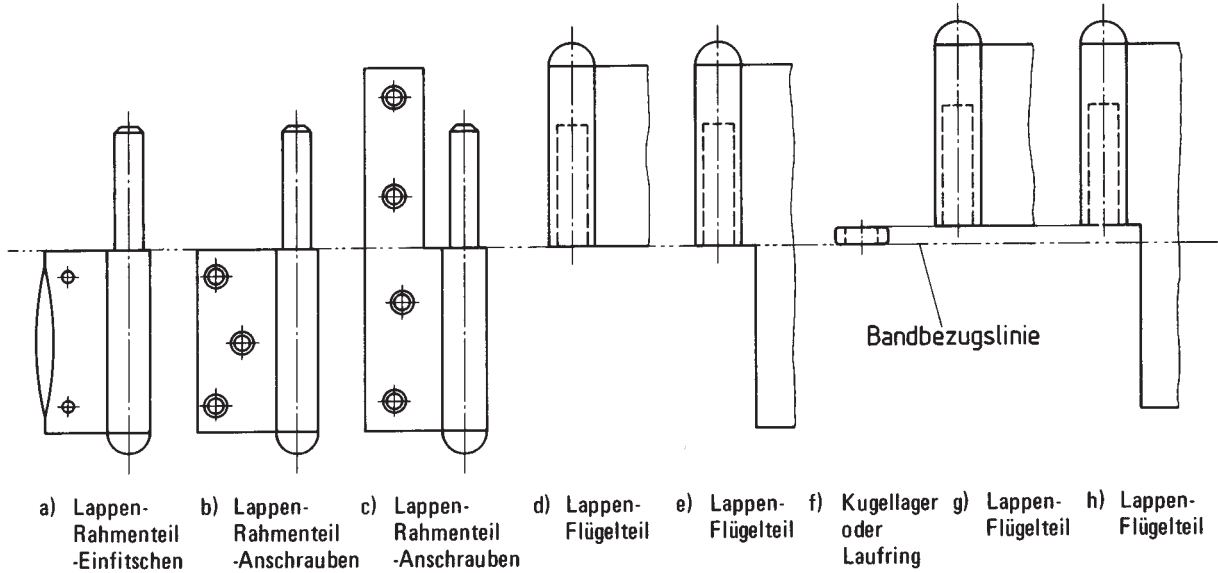

Bild 1.
- Zweiteiliges Lappen-Lappen-Band nach Bild 1 a und Bild 1 d¹⁾ bzw. Bild 1 a und Bild 1 g
- Lappen-Lappen-Band nach Bild 1 a und Bild 1 e bzw. Bild 1 a und Bild 1 h
- Lappen-Lappen-Band nach Bild 1 b und Bild 1 d bzw. Bild 1 b und Bild 1 g
- Lappen-Lappen-Band nach Bild 1 b und Bild 1 e bzw. Bild 1 b und Bild 1 h
- Lappen-Lappen-Band nach Bild 1 c und Bild 1 d bzw. Bild 1 c und Bild 1 g
- Lappen-Lappen-Band nach Bild 1 c und Bild 1 e bzw. Bild 1 c und Bild 1 h
¹⁾ Bei Verwendung eines Kugellagers bzw. eines Laufrings nach Bild 1 f